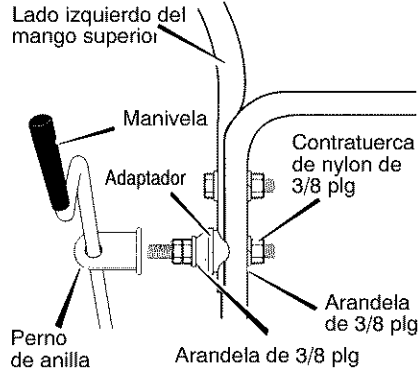

Figura 49
4. Retire los sujetadores y el perno de anilla de los agujeros inferiores del mango inferior. Vea la Figura 49.